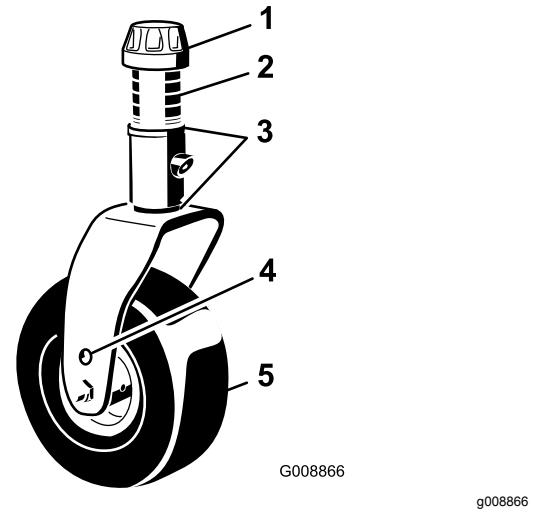

Figure 26
3. Ajoutez ou retirez des cales de 3 mm sur la fourche d'une ou de plusieurs roues pivotantes pour que la hauteur de coupe corresponde à celle indiquée sur l'autocollant (Figure 26) ; voir Réglage de la hauteur de coupe \(page 28\).